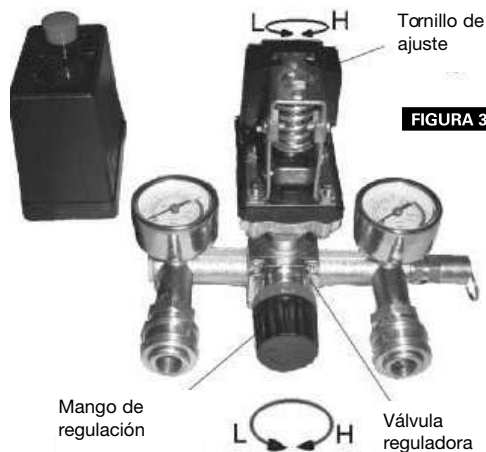

FIGURA 3
**a)** El compresor está controlado para un funcionamiento normal, por medio de un interruptor en el presostato. Cuando el compresor llegue a su presión máxima, se desconectará. Al ir disminuyendo la presión, hasta llegar a la mínima establecida, el compresor volverá a conectarse. El termostato viene regulado de fábrica, en función de la presión soportada por el compresor. No modifique la configuración de fábrica. Cuando lo desenchufe, el aire comprimido almacenado en el tubo de descarga debe ser liberado a través de la válvula de descarga debajo del interruptor. Esta operación es necesaria para volver a poner en funcionamiento al compresor, en caso contrario el compresor sufrirá daños. Para modificar la presión, gire el tornillo de ajuste del presostato (Figura 3).
**b)** La presión de salida del aire comprimido puede ser ajustada al regular la válvula. Levante el interruptor regulador de la válvula y gírelo en sentido horario para aumentar la presión y en sentido antihorario, para disminuirla (Figura 3).